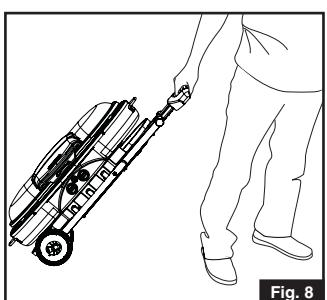

Fig. 8
- Una y otra vez que el asa está asegurada en su lugar, la parrilla se puede mover fácilmente a cualquier lugar dentro del área del campamento o su jardín trasero. (Fig. 8)